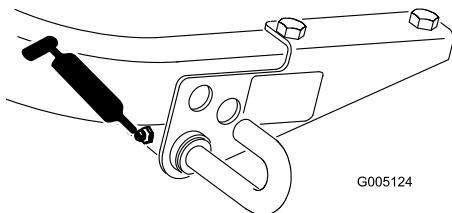

Figura 31
- Palanca de bloqueo del mecanismo de siega(Figura 31)